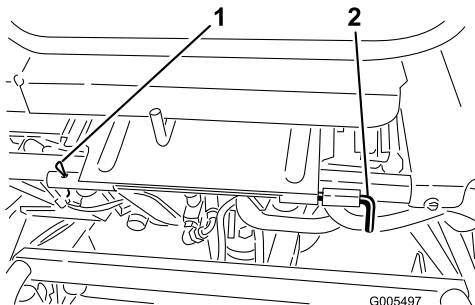

Bild 27
3. Klappen Sie den Sitz herunter und entfernen den Rollstift, mit dem die Sitzgelenkstange am Rahmen befestigt ist (Bild 27).